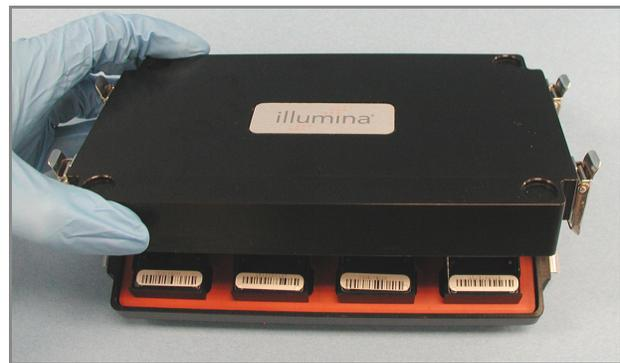

Рис. 46 Установка крышки на гибридизационную камеру
3. Установите заднюю часть крышки на гибридизационную камеру, затем аккуратно опустите переднюю часть во избежание смещения вставок гибридизационной камеры (Рис. 46).